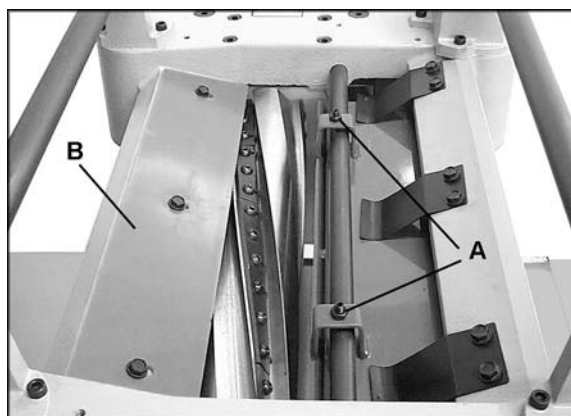

Figure 28
2. Déposez le capot antipoussière et le couvercle du dessus. Déposez le déflecteur de copeau (la Figure 28 illustre le déflecteur de copeau). Déposez la protection de la courroie afin que vous puissiez faire pivoter la tête de la découpeuse à l'aide de la poulie.
2. Desserrez les contre-écrous (A, Figure 28) aux deux extrémités du brise-copeaux et tournez les vis de réglage pour le soulever ou l'abaisser selon le cas. Les vis de réglage doivent être tournées le même nombre de fois.
3. Lorsque le briseur de copeau touche la cale du calibre, serrez les contre-écrous (A, Figure 28).
Le déflecteur de copeau (B, Figure 28) empêche que le bois tombe dans le rouleau de sortie. Le déflecteur doit être réglé à environ 1/16" à 1/8" du bout des couteaux. Assurez-vous que le déflecteur est dirigé pour permettre au biseau de son bord avant de correspondre à la forme de la tête de la découpeuse.